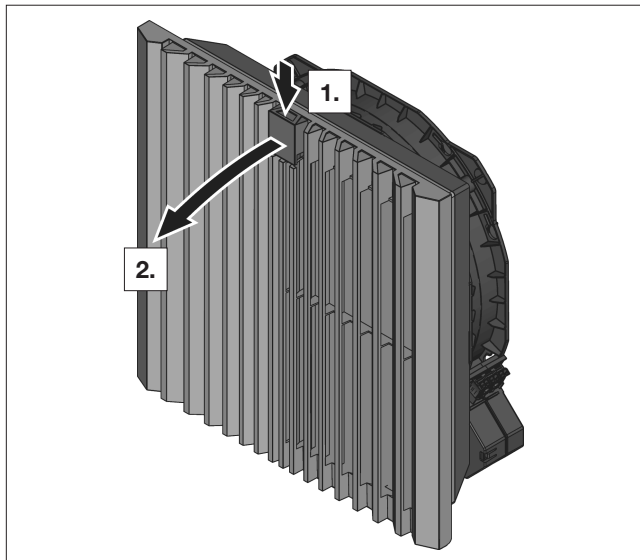

Fig. 17 : déverrouillage de la grille à lamelles
- Pour déverrouiller la grille à lamelles, appuyer depuis le haut sur le logo de fonction (voir fig. 17).